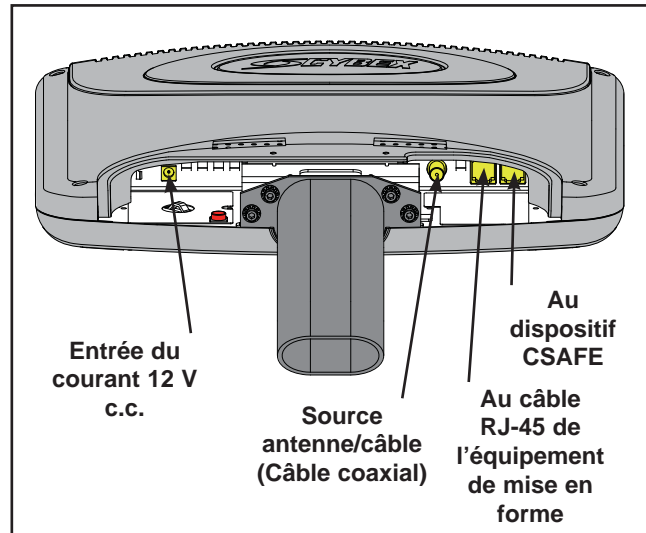

Figure 24
- F. Insérez les câbles coaxial et d'alimentation et le câble RJ-45 dans le moniteur, tel qu'illustré à la figure 24. **REMARQUE :** *L'utilisation de l'accès CSAFE (Communications Specification for Fitness Equipment) est optionnel et exige un câble et un dispositif CSAFE.*